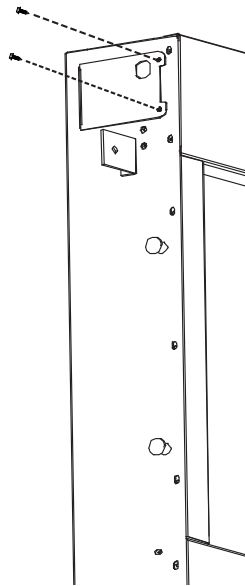

Fig. 1
**A.** Retirez la plaque de recouvrement située sur le côté droite de l'appareil par enlever les deux vis, comme illustrée en Figure 1.